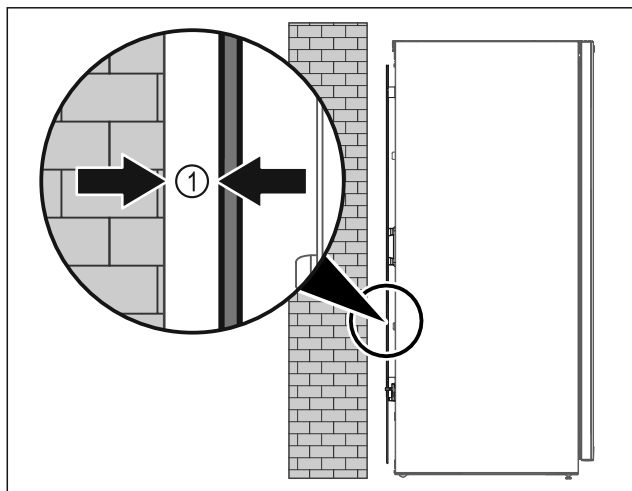

Fig. 7
► Still opp apparatet enten fritt i rommet eller direkte på en vegg med en minimumsavstand på 5 mm Fig. 7 (1).